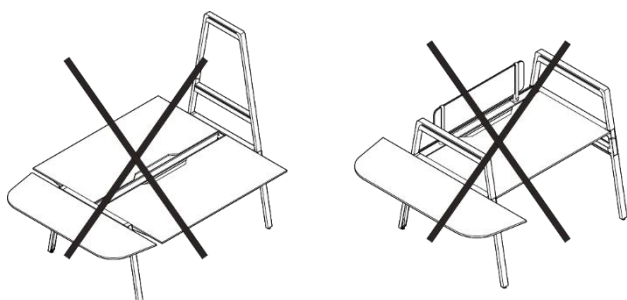

Рис. 13 Недопустимая установка полукруглой наставной пластины
- Двойное рабочее место, высота сидения (см. Рис. 13, слева).
- Одинарное рабочее место (см. Рис. 13, справа).